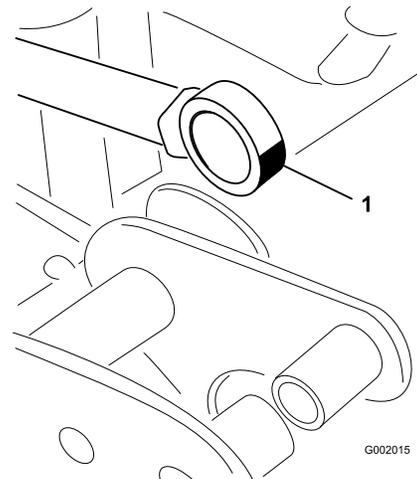

Figure 51
5. Manipulez le côté roulement de la tige d'actionneur et appliquez de la graisse dans le roulement (Figure 51). Essuyez tout excès de graisse.